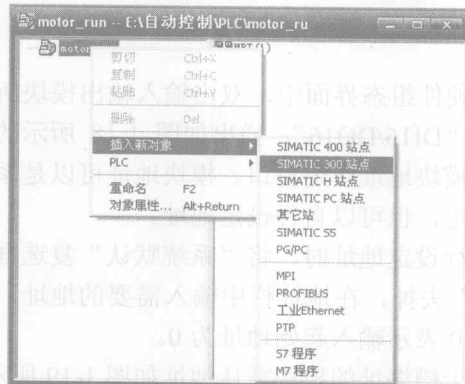

图 1-16 插入一个“SIMATIC 300 站点”
(2) 单击“确定”按钮后，在 SIMATIC 管理器中，显示出一个新建建立的项目名称“motor_run”。在新项目名上按鼠标右键选择“插入新对象”，可以看到这里供用户插入多种资源，包括 300 或 400 站、网络 and 程序等。这里选择插入一个“SIMATIC 300 站点”，如图 1-16 所示。